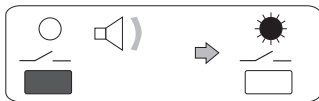

Fig. 3
- Mantenere premuto il **tasto " / _ "** sino alla emissione di un breve segnale acustico, quindi rilasciarlo: il comando è attivato ed il corrispondente **LED** acceso fisso (fig. 3).